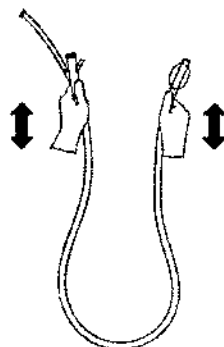

Figura 2
3. Con las dos manos, sujete el mango y el extremo distal del tubo de protección de un solo uso. Para lubricar el interior del tubo de protección, mueva las manos hacia arriba y hacia abajo alternadamente (consulte la figura 2).